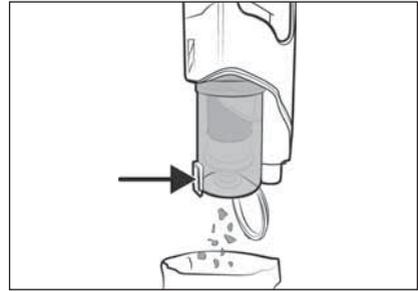

Abb. 16
- 1) Halten Sie den Staubbehälter **7** in einen Abfalleimer und drücken Sie die Staubbehälterdeckel-Entriegelungstaste **8**. Der Staubbehälterdeckel **9** öffnet sich und der Inhalt wird in den Abfalleimer entleert (siehe Abb. 16). Schliessen Sie anschließend den Staubbehälterdeckel **9**.